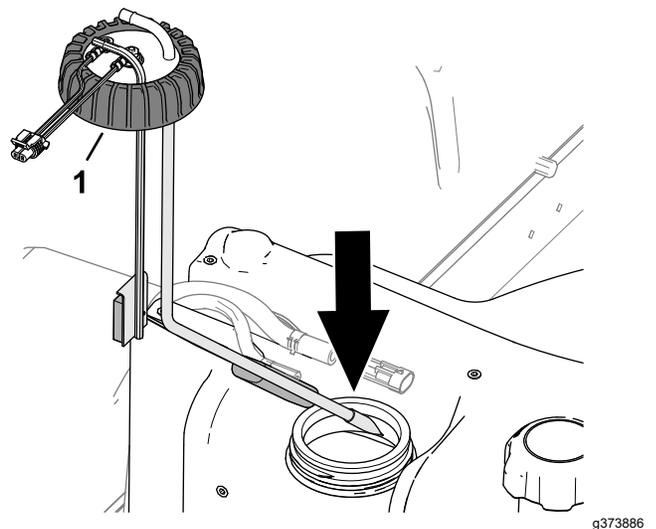

Figura 127
2. Montate con attenzione il tubo di prelievo del carburante e il galleggiante nel serbatoio del carburante (Figura 127).